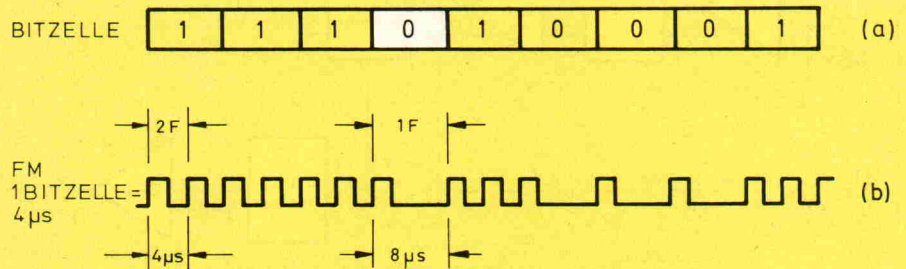

Bild 2. Darstellung einer Bit-Zelle für das FM-Verfahren
Aufzeichnungsverfahrens wird durch den Controller bestimmt. Die Aufzeichnung erfolgt beim SA 400 nach dem Frequenz-Modulationsverfahren (FM). Dabei werden zwei verschiedene Schreibfrequenzen benutzt. Wie dies im einzelnen aussieht, geht aus Bild 2 hervor. Das übertragene Datenbit ist im Bild gekennzeichnet. Die übrigen Bits einer 'Bitzelle' dienen Steuerzwecken. Es werden neun Bit übertragen, wobei ein eventuell vorhandenes Datenbit im Zentrum der Bitzelle steht. Jede Bitzelle beginnt mit einem Clockbit.
Das beschriebene Programm (Bild 2) wurde für den TRS-80/M1 mit Expansion-Interface und einer Schreibmaschine geschrieben. Als Schreibmaschine wurde die 'Gabriele 8008' verwendet. Einige spezielle Codierungen (Bild 3) sind darauf abgestimmt. Die Schreibmaschine wurde über ein Interface an die Drucker-Schnittstelle des TRS-80/M1 angeschlossen. Soll die Ausgabe über eine andere Schreibmaschine oder einen Drucker erfolgen, dann ist das Programm ein wenig zu modifizieren.